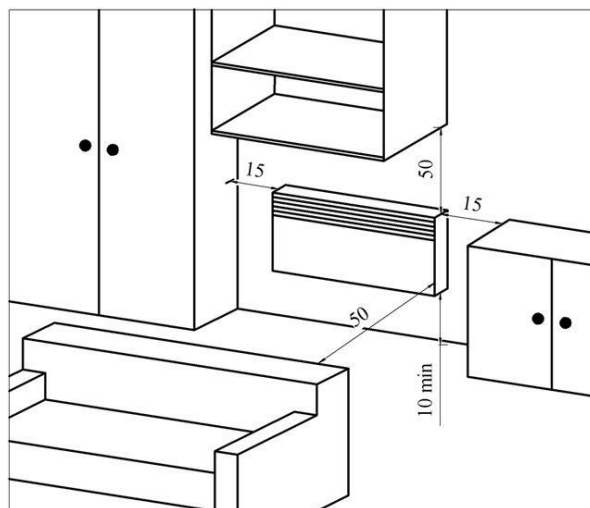

Рис. 2
5.7 Розміщення конвектора на опорах в приміщенні аналогічне (див. рис.2), при цьому відстань від задньої стінки конвектора до предметів (меблі, штори й т.п.) повинна бути не менше 15 см.